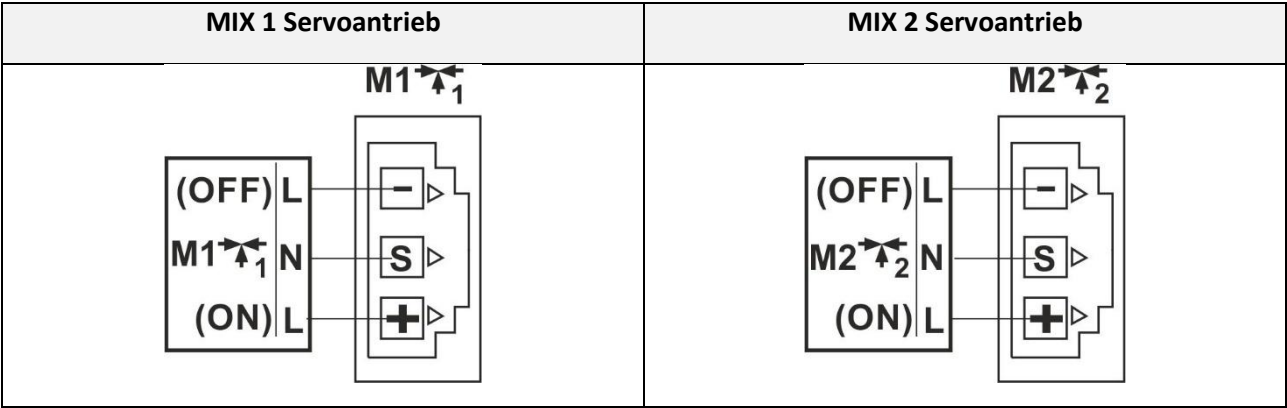

Abbildung 27: Verdrahtungsplan der MIX-Antriebe
- Verbinden Sie den MIX-Antrieb mit der Steuerung über den Stecker an der linken Wand des Schaltschranks mit der Steuerung (siehe Abbildung 27) gemäß der technischen Dokumentation des Antriebsherstellers. Achten Sie auf die richtige Bezeichnung der Adern zum Öffnen und Schließen des Ventils.